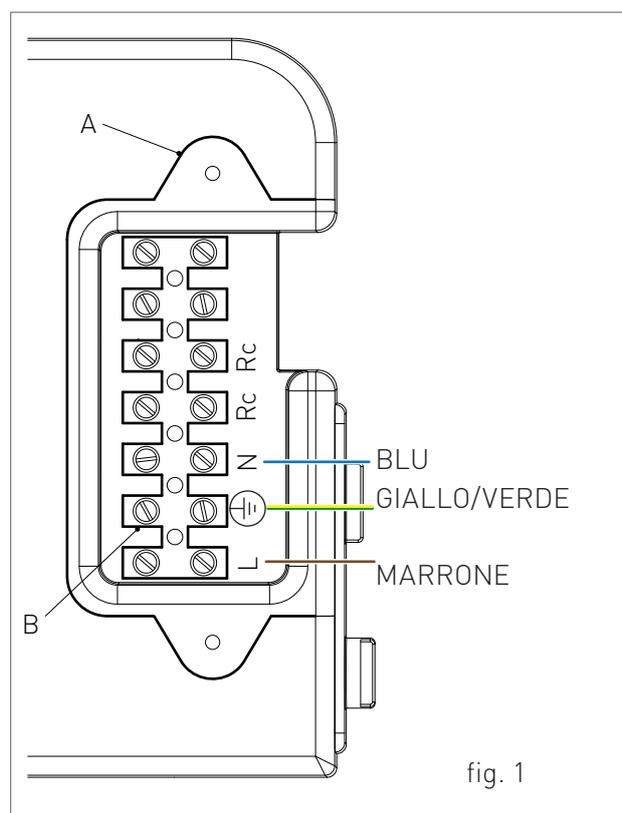

fig. 1
- › svitare le due viti e rimuovere il piastrino "A" (vedi fig. 1).
- › una volta rimosso il piastrino effettuare i seguenti collegamenti sulla morsettiera "B" (vedi fig. 1):
È necessario passare i cavi all'interno dello scaldabagno attraverso i passacavi 'P1' e 'P2' posti sotto la dima (vedi fig. 1). A tal fine bisognerà eseguire un foro sul passacavo, dal diametro leggermente inferiore rispetto al cavo, in modo che non passi l'aria.